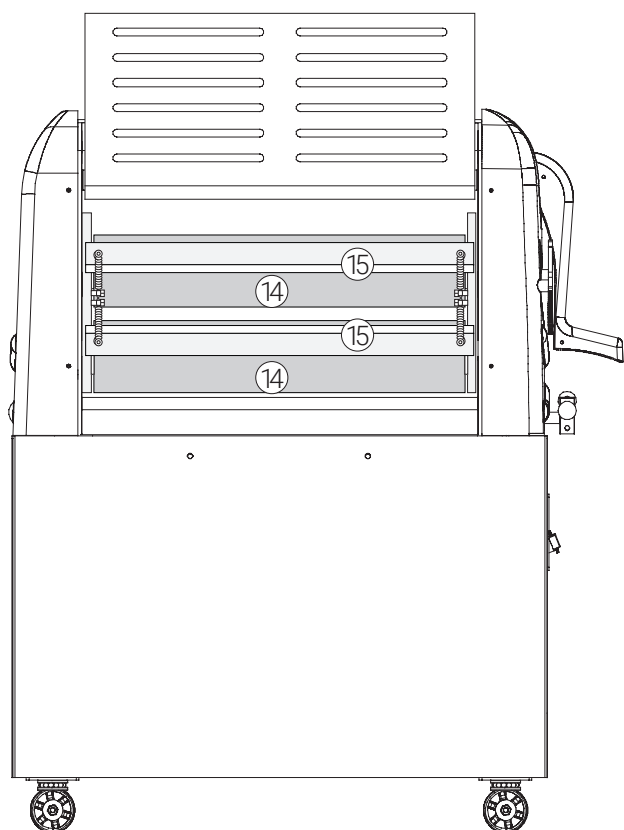
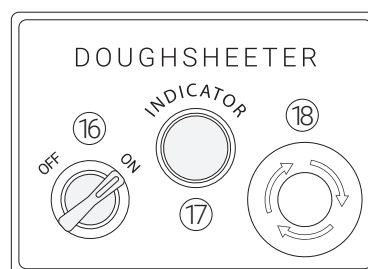

Рис. 2
Рис. 3
- ④ Защитная решетка. В поднятом положении блокирует работу машины, предотвращая возможность получения травмы оператором.
- ⑤ Съемная скалка для наматывания/разматывания теста в специальном креплении на конвейерном столе.
- ⑥ Механизм натяжения ленты.
- ⑦ Выдвижной лоток. Предназначен для предотвращения падения теста.
- ⑧ «П»-образная опора конвейерного стола. Фиксирует и удерживает конвейерные столы в рабочем и поднятом положении.
- ⑨ Транспортные колеса с механизмом фиксации.
- ⑩ Педаль управления (опционально) для реверсивного движения конвейерной ленты. Дублирует назначение поз. 12.
- ⑪ Панель управления.
- ⑫ Рычаг управления реверсивного движения конвейерной ленты. Дублирует назначение опциональной поз. 10.
- ⑬ Рычаг регулировки зазора между раскатывающими вальцами с фиксирующей ручкой. Служит для регулирования толщины раскатываемой заготовки.
5.1.2. Тестораскаточная машина. Вид А: рис. 2, панель управления: рис. 3